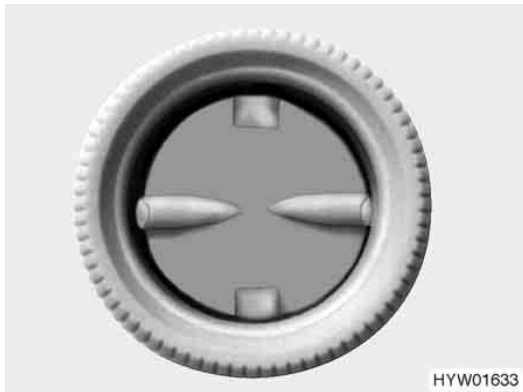

Fig. 59
**Distribution d'air chaud :** Plusieurs buses de sortie d'air (Fig. 59) sont intégrées dans le véhicule. Des tuyaux amènent l'air chaud vers les buses de sortie d'air. Tourner les buses de manière à réduire ou augmenter le débit et dans la direction désirée. Fermer les buses du tableau de bord et régler la répartition d'air du véhicule porteur sur « recyclage d'air »